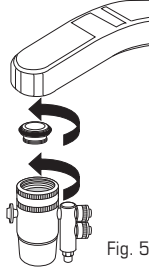

Fig. 5
- Si las roscas de su llave son internas, **conecte** el adaptador adecuado con rosca externa al extremo de su llave (Fig. 5).